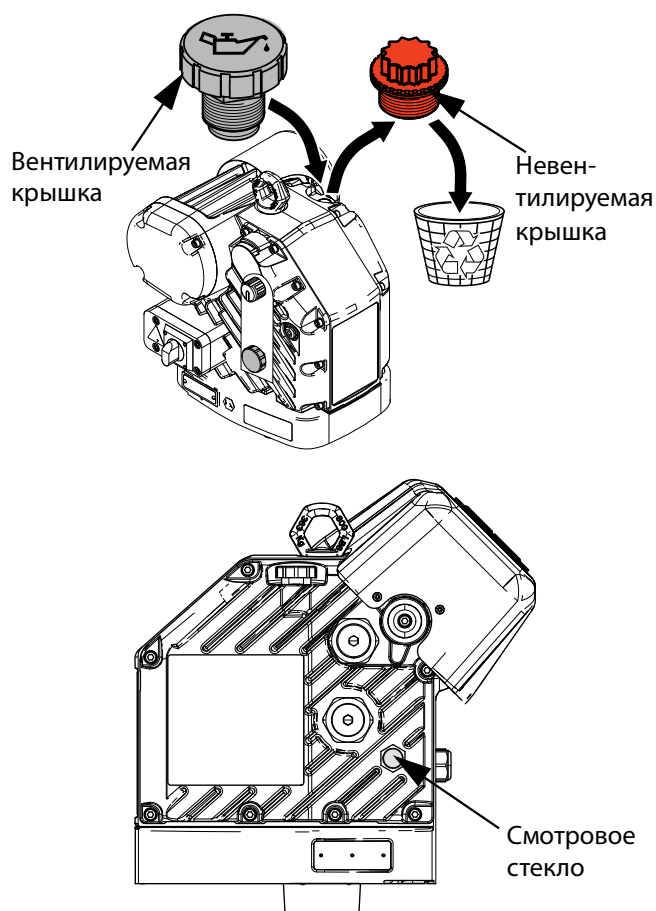

**Рис. 19: Основание рамы**
1. Используйте правильную схему расположения монтажных отверстий в основании рамы. См. Рис. 19.